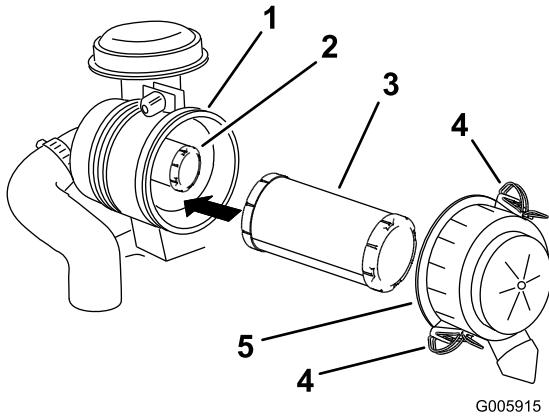

Figure 45
3. Ouvrez les dispositifs de verrouillage du filtre à air et séparez le couvercle du corps du filtre (Figure 45).
5. Sortez l'élément principal du corps du filtre avec précaution (Figure 45).
5. Fixez le couvercle avec les verrous (Figure 45).
- Si vous remplacez l'élément intérieur, insérez-le avec précaution dans le corps du filtre (Figure 45).
- Placez ensuite l'élément principal sur l'élément intérieur avec le même soin (Figure 45).